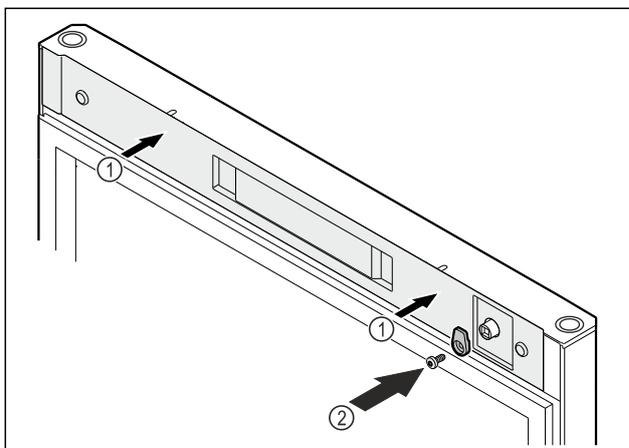

Fig. 54
- Poser le cache Fig. 54 (1).
- Visser le crochet de fermeture Fig. 54 (2).